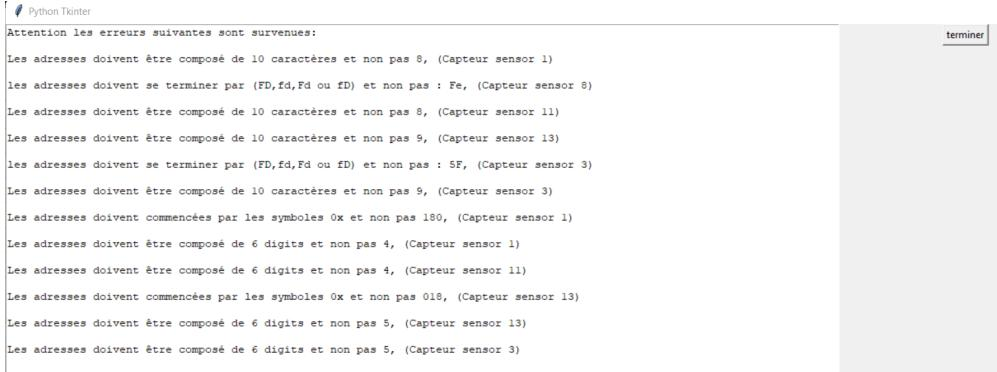

FIGURE 2.15 – Fenêtre d’erreur lorsque l’exportation est essayée
3. Lorsque le fichier a bien été importé, la fenêtre suivante s'affiche. Sinon, la même fenêtre d'erreur que celle de la figure 2.15 s'affiche. Toutes les erreurs doivent être résolues sans quoi les données CAN ne seront pas importées. Les données sont importées uniquement lorsque la fenêtre suivante s'affiche :
8. Toutefois, si des erreurs surviennent, une fenêtre d'erreur semblable à celle de la figure 2.15 s'affichera et la conversion de données ne se ferra pas tant que toutes les erreurs n'auront pas été corrigées.